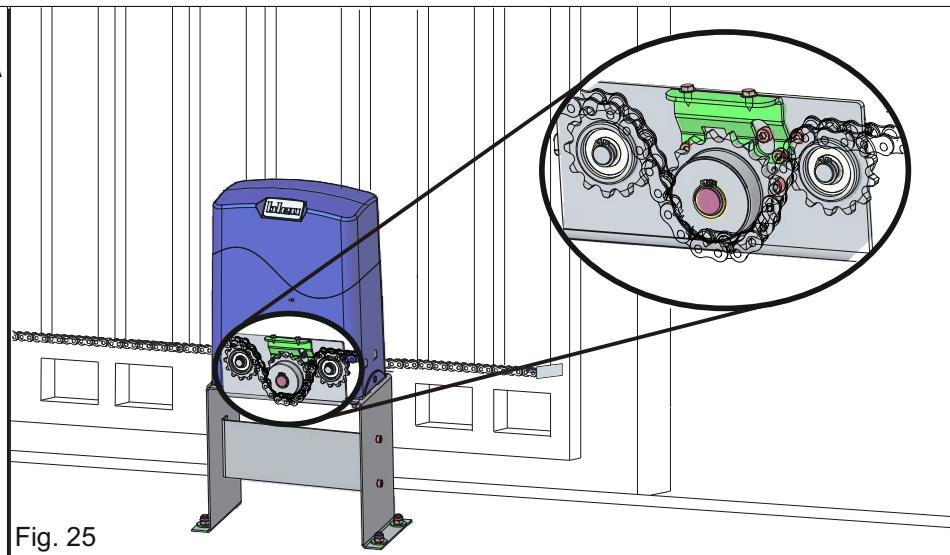

Fig. 25
! - LA CARRERA OBLIGATORIA DE LA CADENA ES LA QUE SE MUESTRA EN LA FIG. 25 Y NO DEBE CAMBIARSE
- Después de haber desbloqueado el operador, instale la cadena pasándola por la unidad del piñón como se muestra en la Fig.25